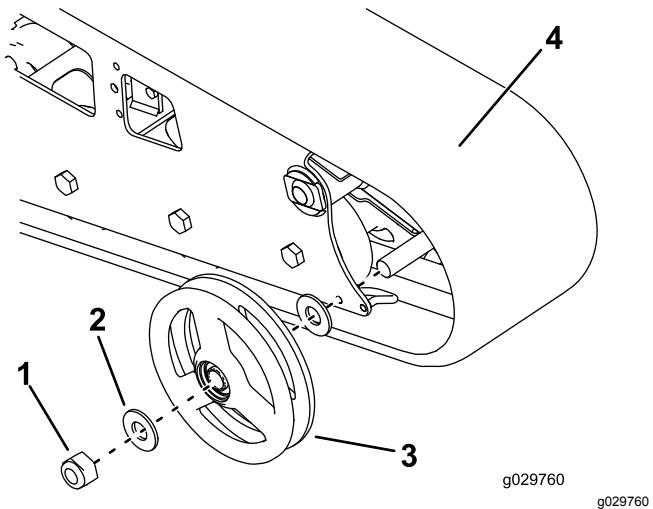

Figura 60
7. Togliete il dado di fissaggio della ruota anteriore esterna e rimuovete la ruota (Figura 60).
8. Togliete il cingolo (Figura 60).
9. Estraete le 2 rondelle grandi dalle ruote esterne, una per lato su ciascuna ruota (Figura 60).
12. Montate il nuovo cingolo (Figura 60).
13. Montate la ruota anteriore esterna e fissatela con il dado tolto in precedenza (Figura 60).